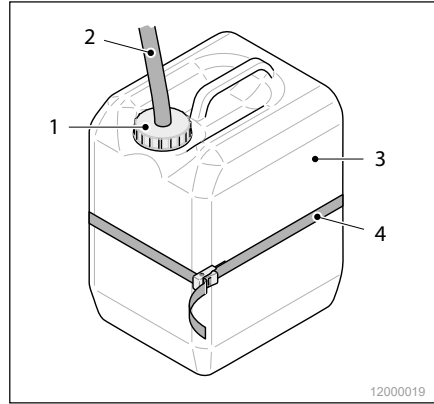

Abb. 31 Abwasserkanister
Bei den Modellen *COMFORT* und *PRIME* wird das anfallende Abwasser in einem Abwasserkanister (Abb. 31/3) aufgefangen. Der Abwasserkanister befindet sich in der Küche unter der Spüle.
2. Lösen Sie den Sicherungsgurt (Abb. 31/4), mit dem der Abwasserkanister gegen Verwackeln gesichert ist.
3. Schrauben Sie den Deckel (Abb. 31/1), auf dem der Abwasserschlauch (Abb. 31/2) befestigt ist, vom Kanister ab.
2. Setzen Sie den Deckel (Abb. 31/1) auf das Gewinde des Kanisters auf. Achten Sie darauf, dass der Abwasserschlauch (Abb. 31/2) korrekt im Deckel befestigt ist.
4. Sichern Sie den Abwasserkanister mit den Sicherungsbändern (Abb. 31/4) gegen Verrutschen.